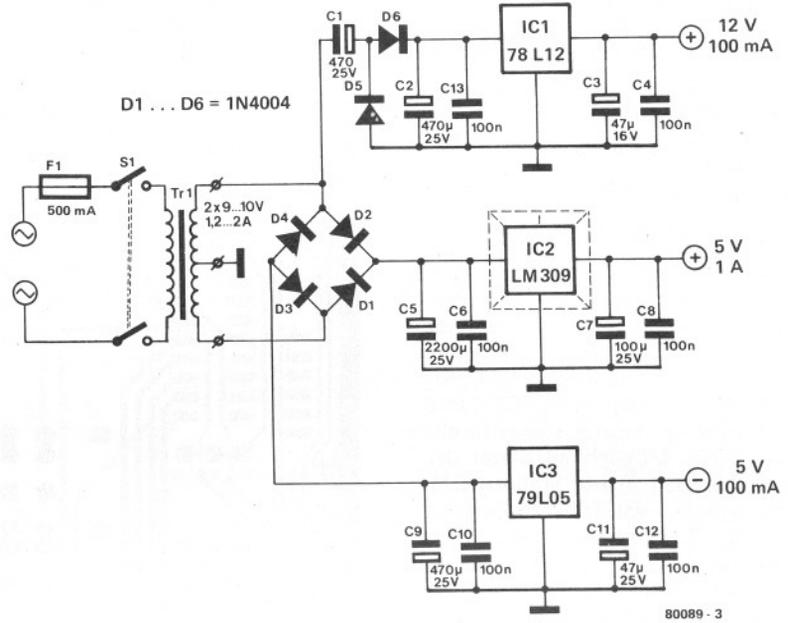

Bild 3. Die Versorgungsschaltung, die die drei benötigten Spannungen liefert.
Schließlich finden sich hier noch die Leitungen RDY, SO und EX, die man für einen Ausbau des Systems benötigt. Alle Adreß-, Daten- und Steuerleitungen sind an den 64-poligen "Expansion Connector" geführt, an den in einer späteren Ausbaustufe weitere Funktionseinheiten angeschlossen werden können. Bild 3 zeigt die Stromversorgung des Computers, die drei verschiedene Spannungen liefert. Alle ICs (bis auf IC2) und die Displays benötigen +5 V, das EPROM IC2 erhält zusätzlich noch +12 V und -5 V. Für die nötige Entkopplung sind auf der Computer-Platine die Kondensatoren C5 ... C14 vorgesehen.
- Zum Abschluß bleibt noch die Stromversorgung (Bild 3). Bei diesem einfachen Aufbau dürften sich keine Schwierigkeiten ergeben. Wenn alle Einzelteile entsprechend dem Aufdruck angebracht sind, kann man den Netztrafo anschließen. Zur Verbindung zwischen Stromversorgung und Computer dient ein vieradriges Kabel, das mit der 64-poligen Federleiste verbunden wird: